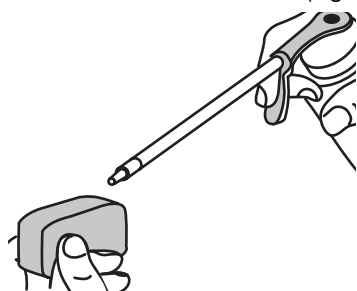

Fig. 47
4. Aplique suficiente aceite limpio de motor SAE 30 para recubrir ligeramente el filtro (Fig. 47).